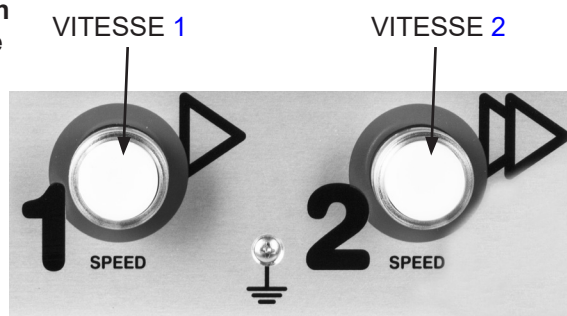

Figure 9-2
5. Appuyez sur le bouton SPEED 1 pour pré-mélanger les ingrédients à faible vitesse. Voir Fig. 9-2.